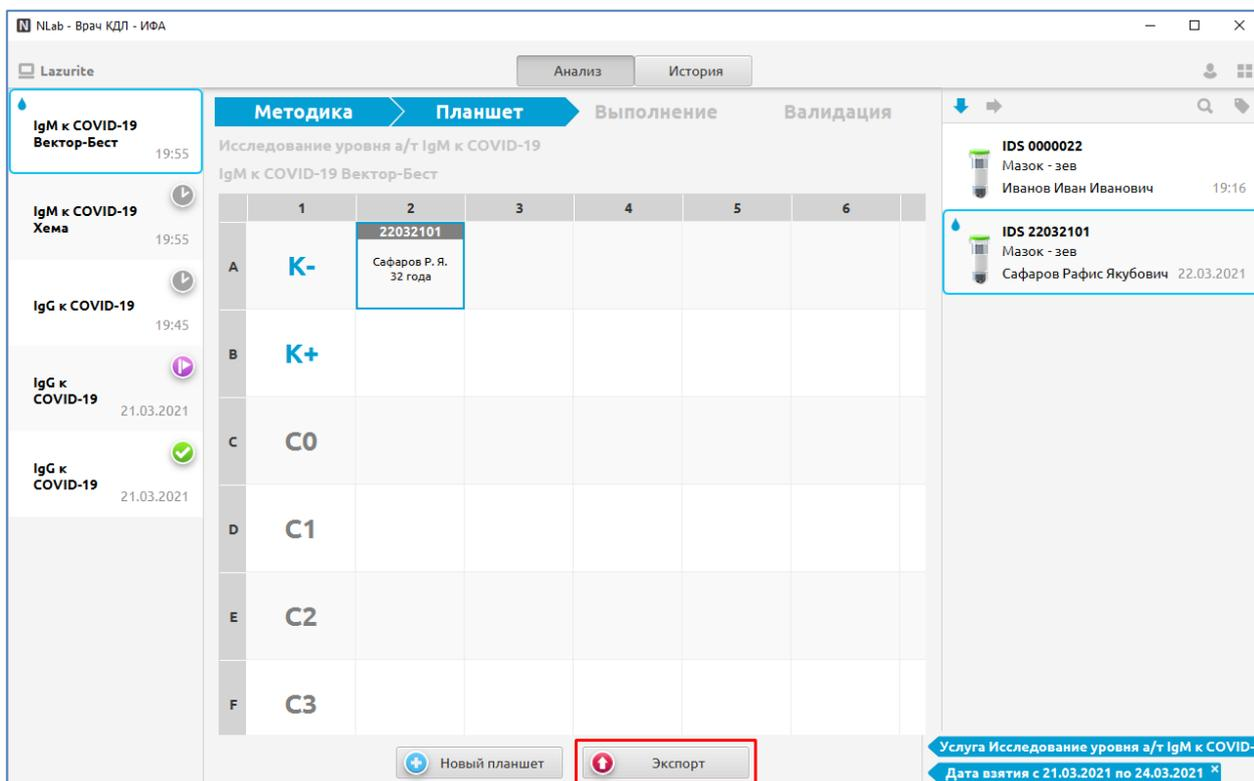

Рис. 88
В ячейке планшета отобразится информация о размещенной в ней пробе (Рис. 88). Повторите размещение следующих проб в ячейки выбранного планшета.
5. После размещения первой пробы в нижней части экрана станут доступны кнопки «Новый планшет» и «Экспорт» (Рис. 88). Нажмите кнопку «Экспорт».